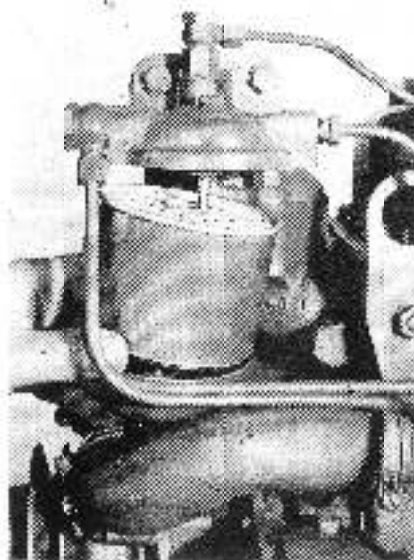

Fig. 26
- Sortir l'élément filtrant qui ne doit jamais être nettoyé (fig. 26).
- Mettre en place un élément filtrant neuf sur la cuve et monter (fig. 26) l'ensemble sur la tête du filtre ; s'assurer que les joints d'étanchéité sont bien contrôlés avant de serrer la vis d'assemblage.